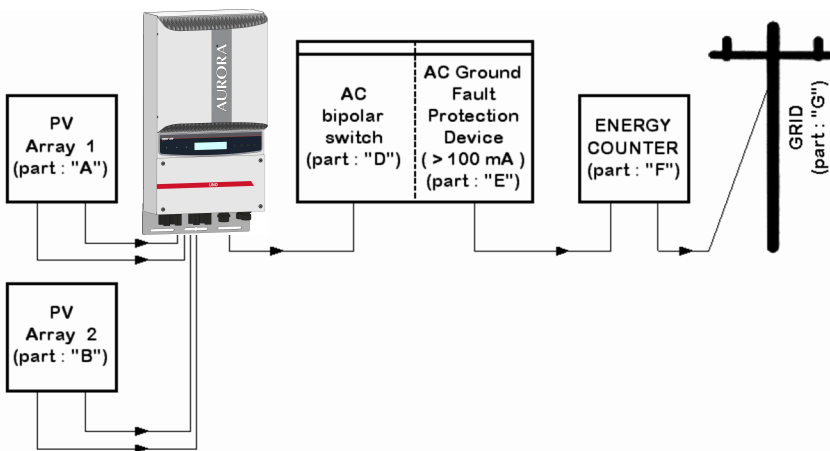

Abb. 8 – Anschlussplan
**SCHRITT 1** Ist der Wechselrichter an das Stromnetz angeschlossen, ihn durch Öffnen des Schalters "D" in Abb. 8 trennen.
**Schritt 1:** Den Wechselrichter durch den AC -Trennschalter “D” vom AC-Stromnetz (siehe Abb. 8) trennen. Auch die DC-Seite über den DC-Trennschalter (integriert in Modellen –S oder extern) trennen.